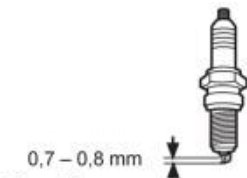

Fig. 79
6. Controleer de bougieafstand. Deze moet 0,7 – 0,8 mm zijn (Afb. 79).